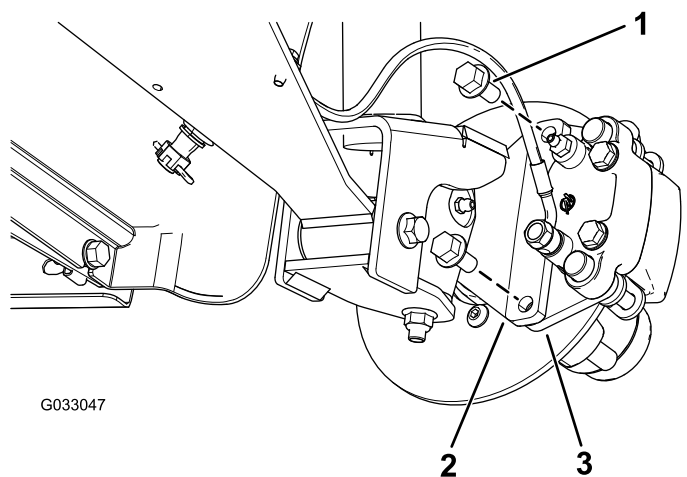

Рисунок 30
3. Выверните болты с фланцевыми головками ($\frac{3}{8} \times \frac{3}{4}$ дюйма), которые крепят кронштейн тормоза в сборе к оси, и отделите тормоз от оси (Рисунок 30).
2. Совместите тормозные колодки с обеих сторон тормозного диска (Рисунок 30) с отверстиями в кронштейне суппорта и отверстиями в креплении тормоза на цапфе (Рисунок 34).
3. Закрепите кронштейн суппорта на цапфе (Рисунок 30) с помощью 2 болтов с фланцевыми головками ($\frac{3}{8} \times \frac{3}{4}$ дюйма).